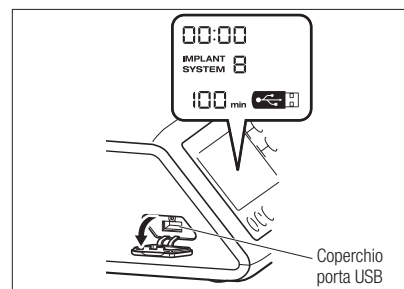

Fig.13
- 2) Inserire completamente la memoria USB. L'icona USB apparirà sul display LCD non appena la memoria USB sarà stata riconosciuta dal dispositivo. (Fig.13)